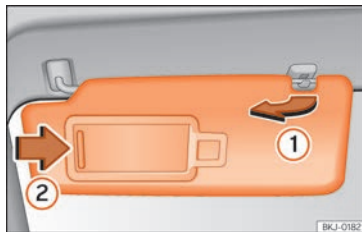

Abb. 82 Sonnenblende.
- Die Sonnenblende kann aus der Befestigung entnommen und zur Tür gedreht werden »» (Abb. 82) ①.